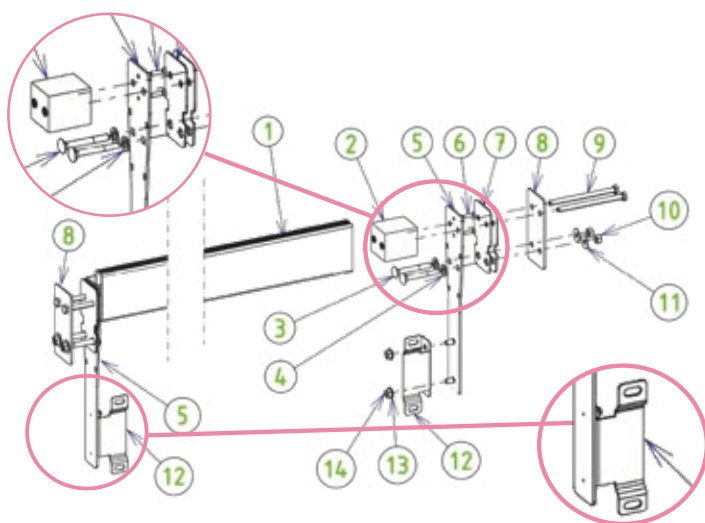

Figura 43 – Ensamblaje y montaje de la vigueta
Los pasos para montar la vigueta se ilustran en la **Figura 43**. Los tornillos necesarios para este montaje están en la bolsa Y. En esta figura, la pared de madera está ubicada entre las piezas 7 y 8, y el liner está ubicado entre las dos juntas de goma (7).
Monte las dos escuadras de soporte de las paredes de separación (12) sobre las pletinas (5) con cuatro tuercas (14) y cuatro arandelas (13) de 8 mm de diámetro de acero inoxidable A4. Procure que los salientes sobre los que se encuentran los orificios alargados de las escuadras (12) estén situados en el lado opuesto al skimmer y al eje de la cubierta automática (ver zoom en las escuadras de soporte de las paredes de separación (12) en la **Figura 43**).
Por último, fije la pared de separación sobre las escuadras (parte 12 de la **Figura 43**) mediante cuatro tornillos estufa (7) de 8 x 16, cuatro arandelas y cuatro tuercas de 8 mm de diámetro de acero inoxidable A4.